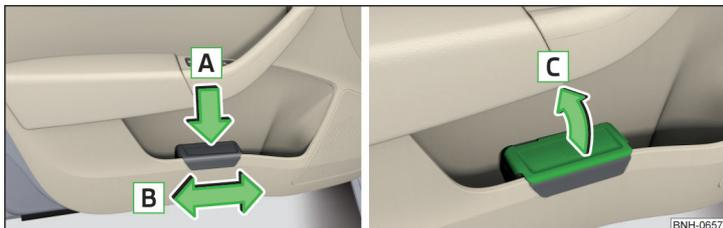

Fig. 82 Cubo de basura: colocar y mover / abrir
- › Presione el cubo de basura por el área trasero en el sentido de la flecha **A** » fig. 82.
- › Extraiga el cubo de basura en sentido contrario al de la flecha **A** » fig. 82.
- › Levantar la tapa en el sentido de la flecha **C** » fig. 82.